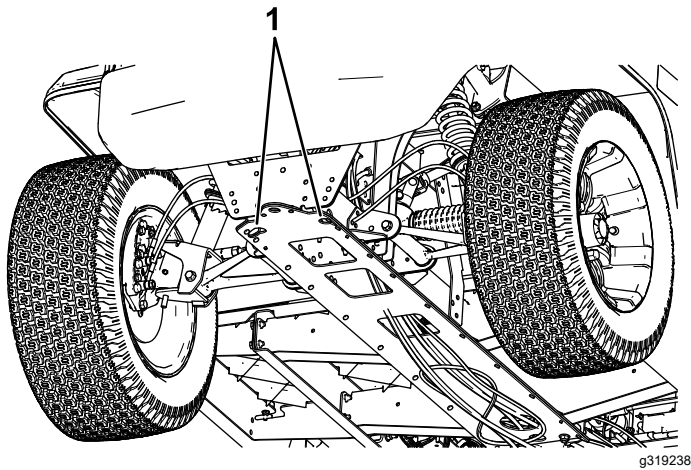
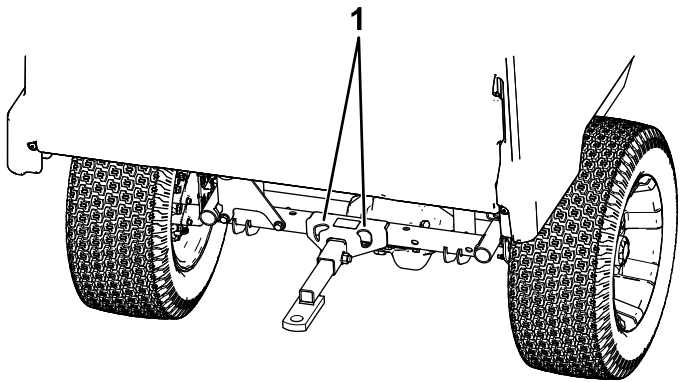

Figura 24
Figura 25
Consulte en Figura 24 y Figura 25 la ubicación de los puntos de amarre de la máquina.
2. Conecte un cable de remolque al punto de remolque, en la parte delantera del bastidor de la máquina (Figura 24).